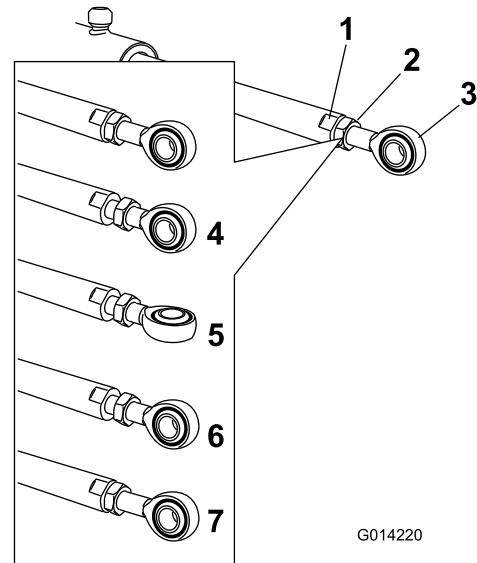

Figura 14
5. Coloque una llave plana sobre las zonas planas del émbolo del actuador para inmovilizarlo, luego afloje la contratuerca para poder manipular la varilla de ojal (Figura 14).
6. Gire la varilla de ojal en el émbolo del actuador para acortar o alargar el actuador extendido a la posición deseada (Figura 14).